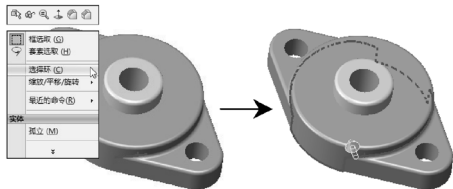

图 1-14 “选择环”操作
- **选择环**：右键单击当前选中的对象，在弹出的快捷菜单中选择“选择环”菜单项，可选择与当前对象相连边线的环组，如图 1-14 所示。